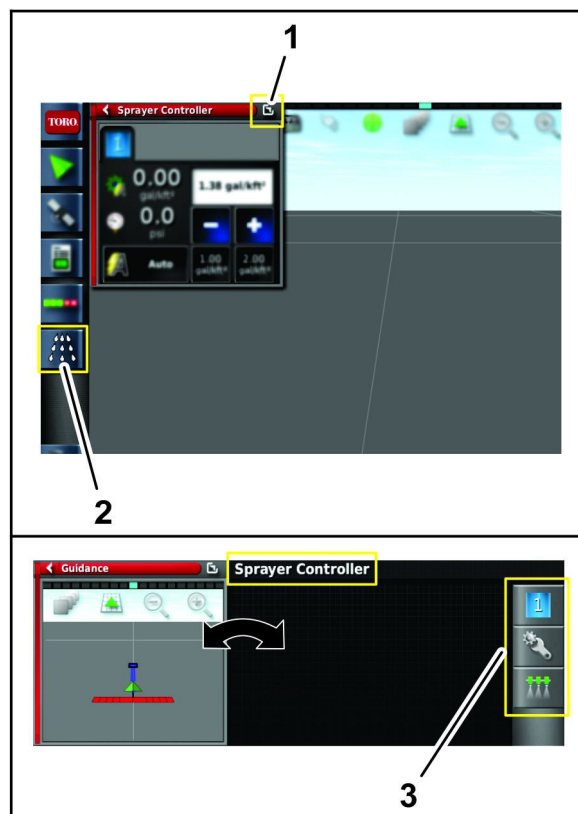

Рисунок 177
3. Нажмите на значок контроллера опрыскивателя (Рисунок 177).
5. Нажмите на значок конфигурации в подменю контроллера опрыскивателя, чтобы отобразить на дисплее меню конфигурации (Рисунок 177).
9. Нажмите на значок переключения окон для возврата к меню контроллера опрыскивателя (Рисунок 177).